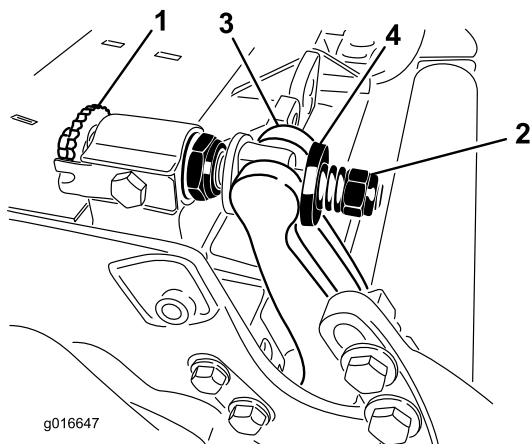

Figura 30
1. Rode os parafusos de ajuste da barra de apoio no sentido contrário ao dos ponteiros do relógio, para afastar a lâmina de corte do cilindro (Figura 30).
2. Faça recuar a porca da mola tensora até que a anilha deixe de estar sob tensão contra a barra de apoio (Figura 30).